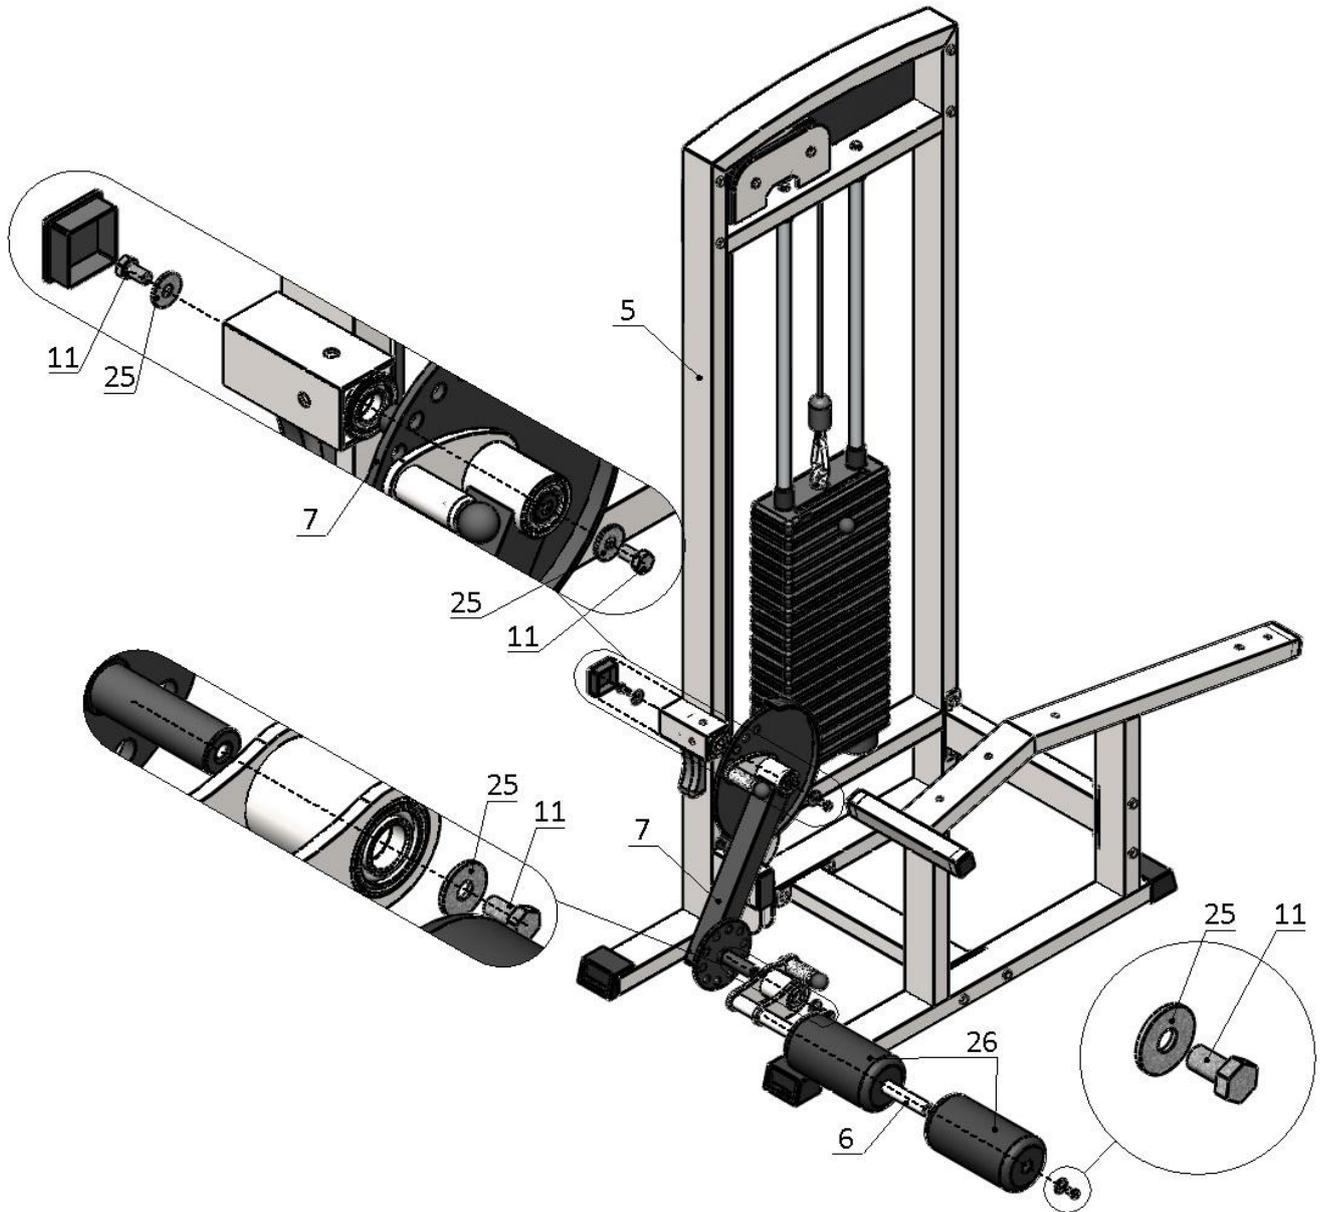

Рис.3
3. Снимите заглушку на выступе рамы под грузоблоки (5), вставьте ось узла подъема ног (7) в подшипники в выступе рамы (5), зафиксируйте данный узел с двух сторон комплектом крепежа: болт M10x20 (11), шайба D10 усиленная (25). Вставьте заглушку обратно. На узел подъема ног (7) наденьте узел крепления валиков (6), зафиксируйте его комплектом крепежа: болт M10x20 (11), шайба D10 усиленная (25). На узел крепления валиков (6) поочередно наденьте валики (26) и зафиксируйте их комплектом крепежа: болт M10x20 (11), шайба D10 усиленная (25) (рис.3).